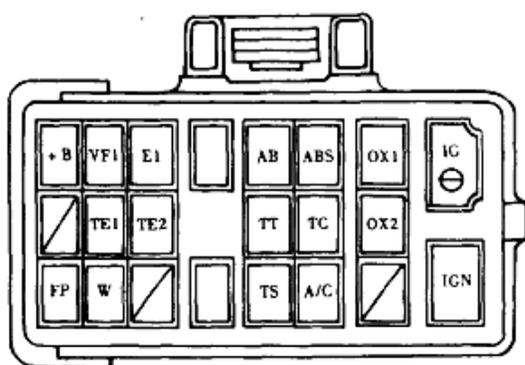

图 1-1 故障检查插接器
检修过程: (1)用一根导线跨接故障检查插接器中的 TC 及 E1 两端子, 如图 1-1 所示, 打开点火开关, 这时仪表板上的 SRS 指示灯显示故障代码 15 及 41。其